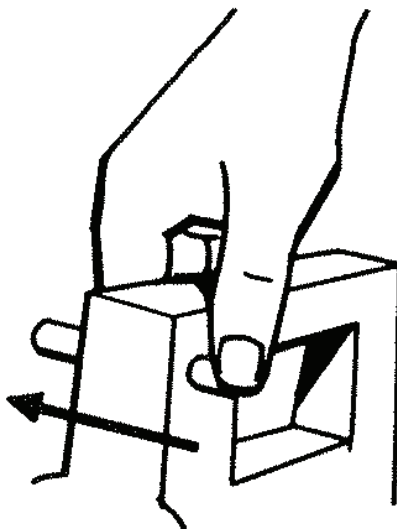

Fig 2
1. Asegúrese de que el disparador esté bloqueado presionando el botón de bloqueo que se encuentra frente al disparador al lado derecho (Ver Fig 2) Esto impedirá el bombeo accidental de insecticida en el serpentín.